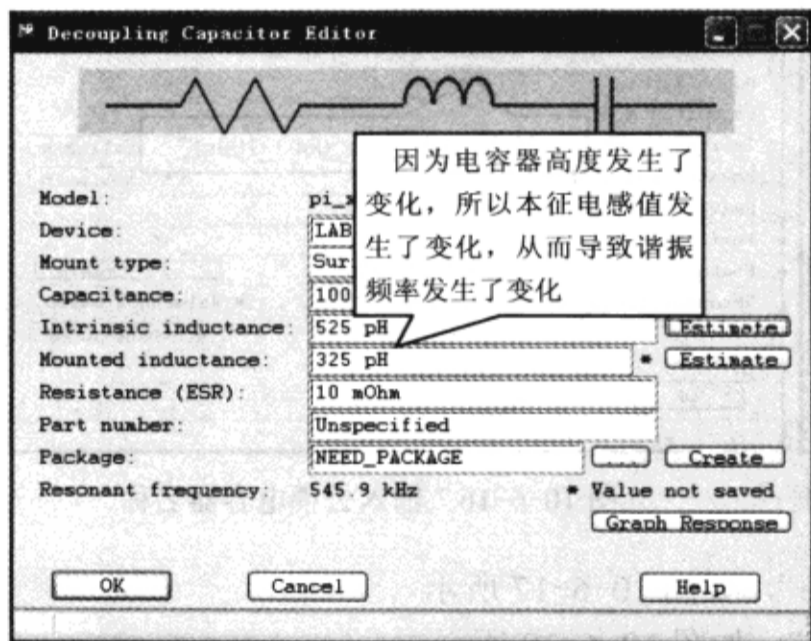

图 10-6-20 本征电感值的变化
(2) 在“**Intrinsic Inductance Estimator**”对话框中输入“35”来改变本征电感值，单击“**OK**”按钮，此时的本征电感值变为 525 pH，电容器的谐振频率同时发生了变化，如图 10-6-20 所示。